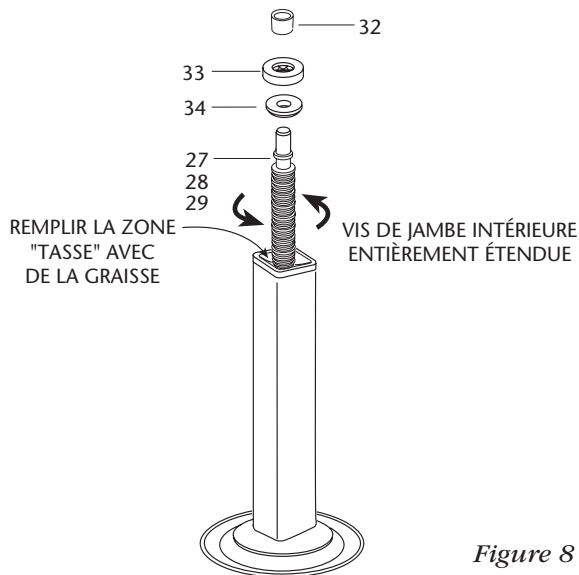

Figure 8
3. Faites tourner la vis de levage dans le sens inverse des aiguilles d'une montre jusqu'à ce qu'elle soit complètement déployée, puis remplissez la zone « coupelle » de l'écrou de levage avec de la graisse, comme indiqué dans **Figure 8**.